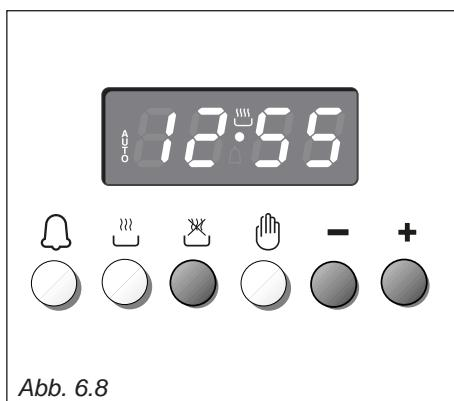

Abb. 6.8
1. Garzeit durch drücken der Taste und der Taste oder einstellen (Abb. 6.8). (Taste erhöhen, Taste verringern).
2. Ende des Garvorgangs durch drücken der Taste und der Taste oder einstellen (Abb. 6.8). (Taste erhöhen, Taste verringern).